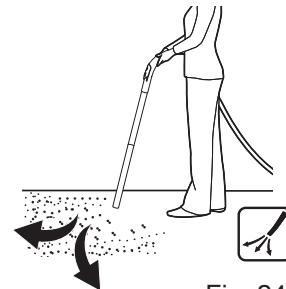

Fig. 24
- > Conecte o(s) tubo(s) de extensão (10) no manípulo da mangueira (9a), se necessário.
- > Segure a mangueira a aproximadamente 10 cm acima do chão e caminhe devagar para a frente utilizando um movimento de limpeza de lado a lado (Fig. 24).